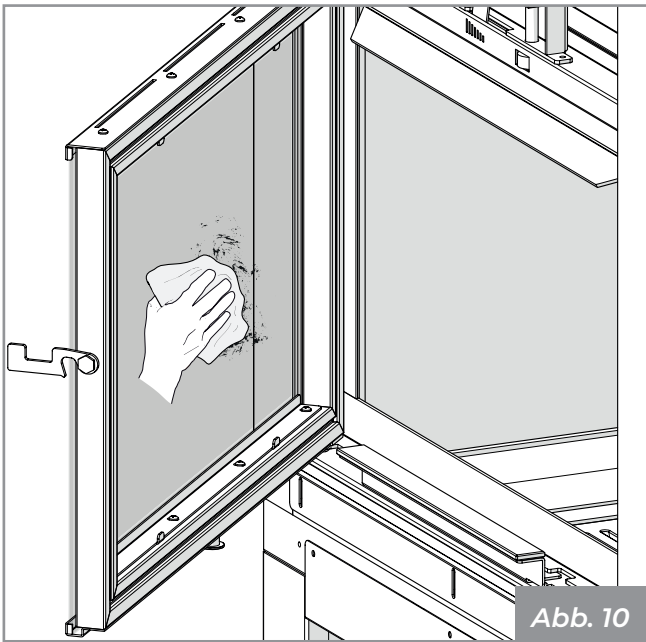

Abb. 10
- 2) Reinigen Sie das Glas mit einem feuchten Tuch oder mit angefeuchtetem Papier mit Asche (Abb. 10).